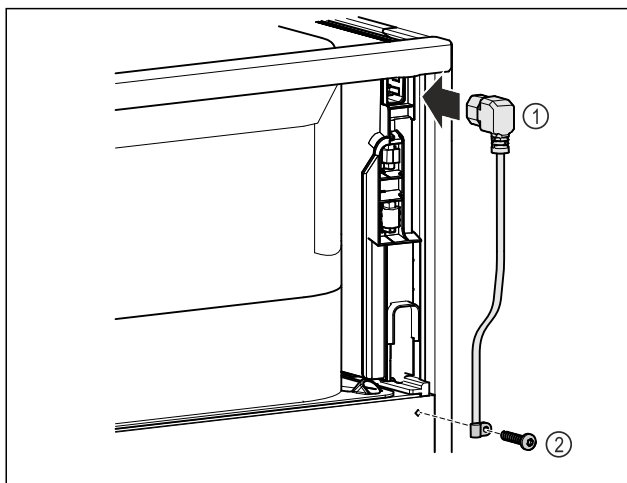

Fig. 11
- Kytke verkkokaapelin IEC-liitäntä Fig. 11 (1) laitteen takasivulla olevaan pistokkeeseen.
- Kiinnitä kiinnike. Fig. 11 (2)